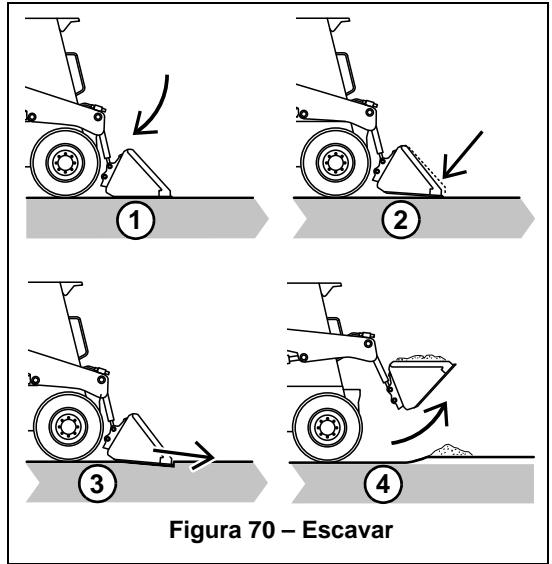

Figura 70 – Escavar
1. (Figura 70) Aproxime-se do local de escavação com o braço de elevação ligeiramente levantado. Incline o balde para a frente até a aresta de corte entrar em contacto com o solo.